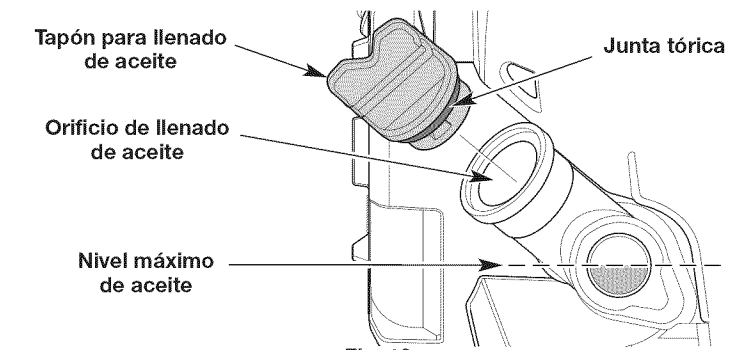

Fig. 19
3. Observe el interior del visor del nivel de aceite; use una linterna si es necesario. **El nivel de aceite debe llenar el visor hasta aproximadamente la mitad** (Fig. 19). Si el nivel de aceite es demasiado bajo, agregue aceite. Consulte *Procedimiento para agregar aceite*.
1. Limpie la zona que rodea el tapón de llenado de aceite (Fig. 19) a fin de evitar que ingresen residuos en el orificio de carga de aceite.
3. Agregue aceite al orificio de llenado de aceite hasta que el nivel de aceite llegue hasta aproximadamente la mitad del visor del nivel de aceite (Fig. 19).
NOTA: Compruebe que la junta tórica esté en su lugar en el tapón de llenado de aceite (Fig. 19).